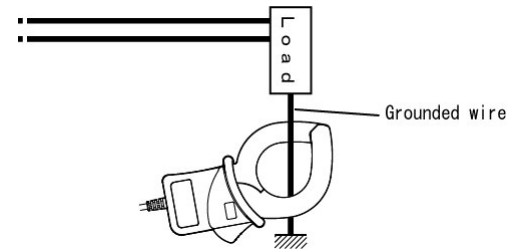

Fig.2 Meten van aardlekstroom
- (2) Meten van aardlekstroom (fig. 2): omsluit een geaarde geleider.